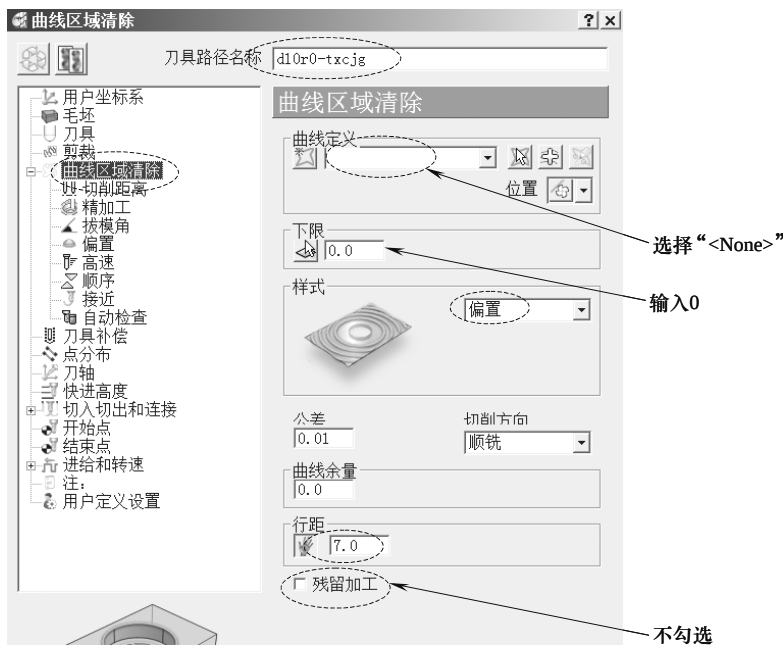

图 3-53 设置梯形型腔加工刀具路径参数
2) 计算两个梯形型腔的粗、精加工刀具路径: 在 PowerMILL “综合” 工具栏中, 单击“刀具路径策略”按钮, 打开“策略选取器”表格, 选择“2.5 维区域清除”选项卡, 在该选项卡中选择“二维曲线区域清除”, 单击“接受”按钮, 打开“曲线区域清除”表格, 按图 3-53 所示设置参数。